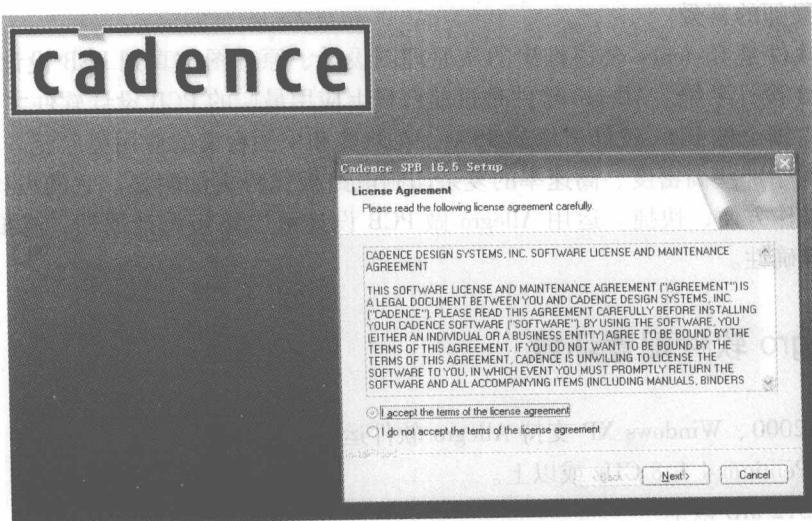

图 1-2 安装协议
- 3) 在如图 1-2 所示的对话框中，选择“*I accept the terms of the license agreement*”按钮。